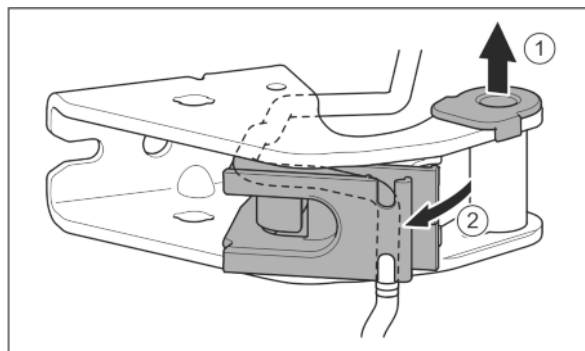

Fig. 28
- ▶ Витягніть із напрямної опорну втулку. Fig. 28 (1)
- ▶ Поверніть вбік тримач кабелю. Fig. 28 (2)